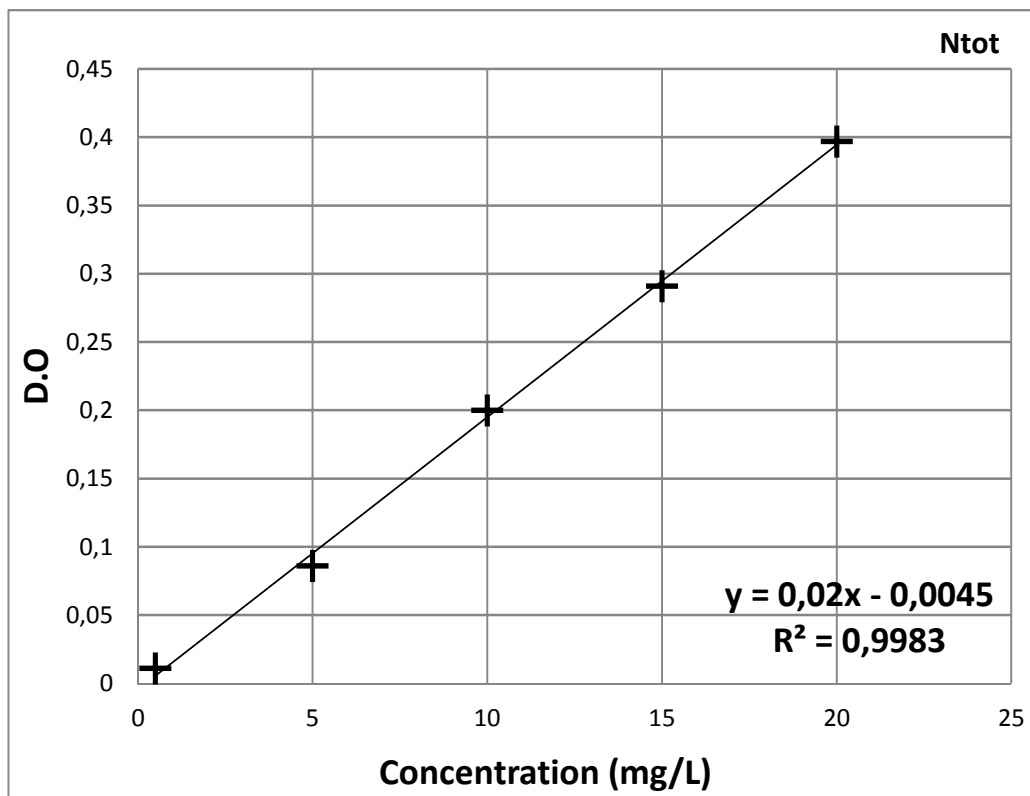

Figure 4 : Courbe d'étalonnage du protocole 10071.
- 3) Vous avez à disposition en annexe les graphiques représentant les gammes étalons des trois premiers protocoles. Toutefois la figure 4 n'est pas complète. Placez les points du tableau n° 1 sur cette figure. Tracez une droite passant par l'origine du graphique et par le point le plus fort de la gamme étalon. Calculer l'équation de cette droite.